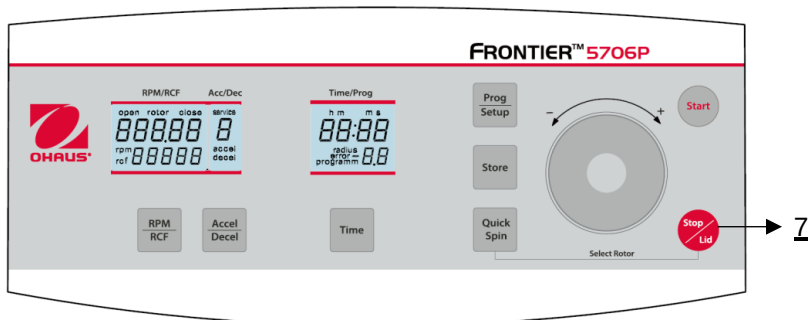

Figura 26
Mediante la tecla **"Stop/Tapa"** (7) (véase la figura 26) puede interrumpir la marcha en cualquier momento. Tras pulsar la tecla, la centrifuga desacelera con la intensidad preseleccionada respectiva hasta detenerse.